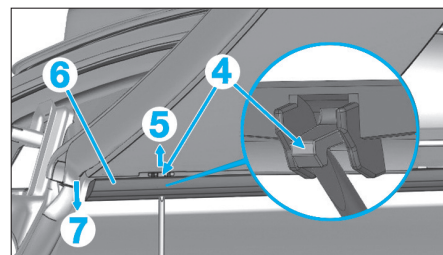

Fig. 118
- À l'aide d'un petit tournevis plat, dégrafer l'agrafe (4) vers le haut en suivant la flèche (5) (Fig.118).
- Dégager l'extrémité du joint lècheur extérieur (6) en suivant la flèche (7).